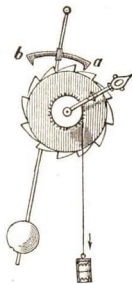

Abb. 29. Pendeluhr
b) Die Pendeluhr (Abb. 29) wurde erst 1683 vom Holländer Huygens gebaut.